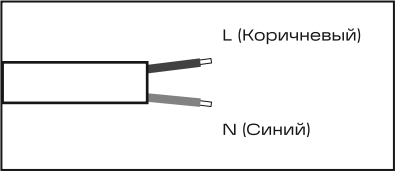

Рис. 2
- 5.13 Выполните электрическое подключение осветительного прибора согласно рис. 2.